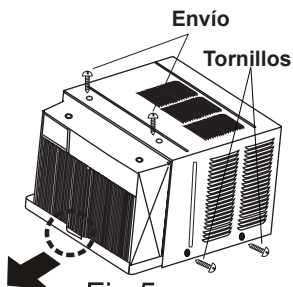

Fig.5
7. Quite los tornillos de transporte de la parte superior de la unidad y también del costado de la base, si está instalada (consulte la Fig. 5).